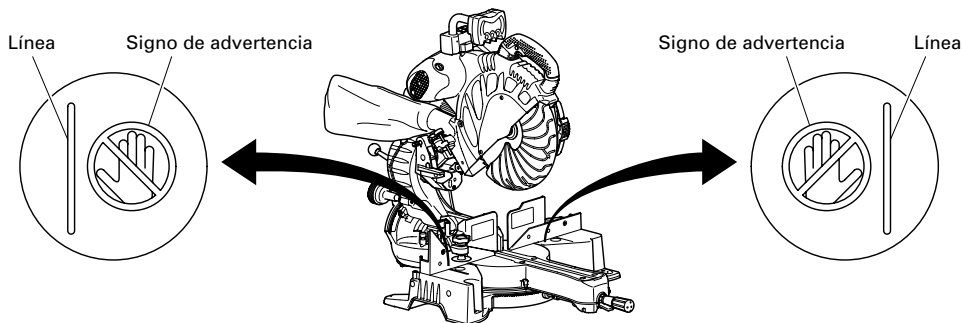

Fig. 23
* No coloque nunca sus miembros dentro de la línea cerca del signo de advertencia mientras esté utilizando la herramienta. Esto podría resultar peligroso (consulte la Fig. 23).